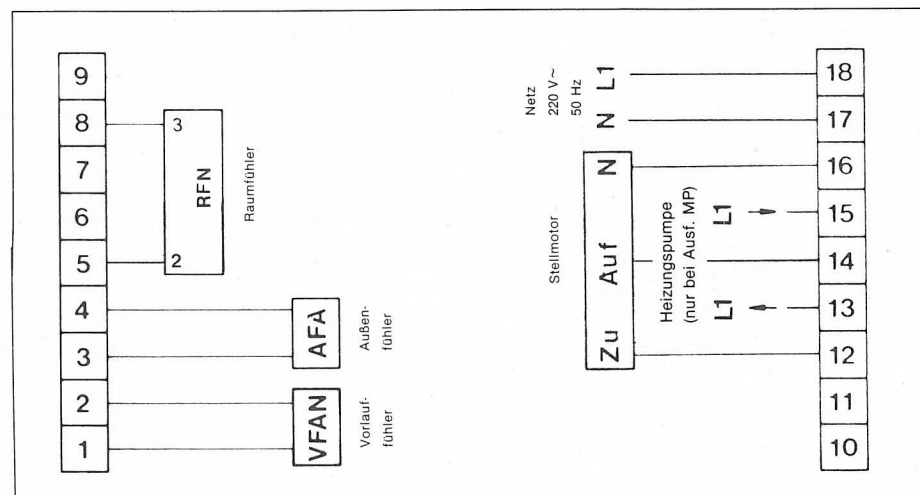

Bild 6 Anschlußschema zu 2.1.4
2.1.4 Witterungsabhängige Vorlauf-temperaturregelung mit Raumfühler RFN zur raumgeführten Absenkung (Bild 6)